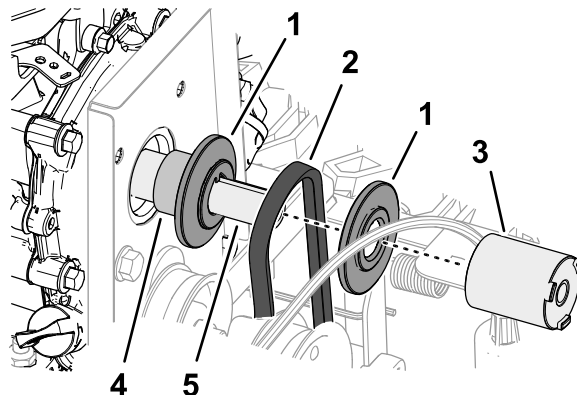

Bild 46
4. Entfernen Sie das Distanzstück der Riemenscheibe, die Hälfte der vorderen Riemenscheibe und den 87,6 cm Treibriemen von der Kurbelwelle des Motors (**Bild 46**).